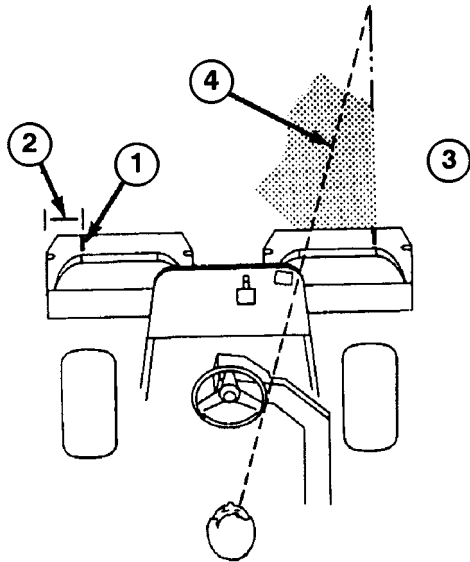

図 29
2. その位置に白色テープか白ペンキで集草バスケットの縁と平行に目印を入れる（図29）。